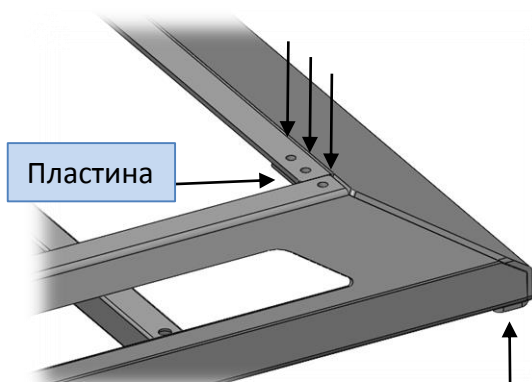
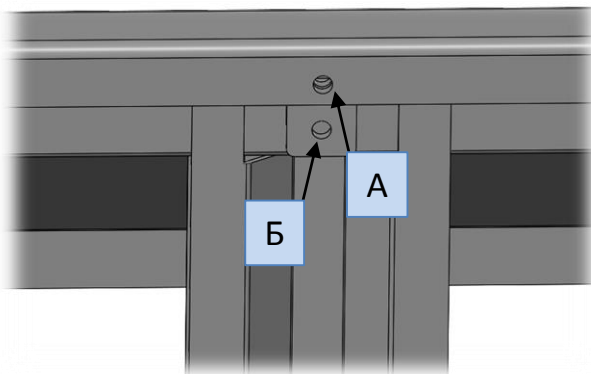

Рис.5
Рис.6
2.4. Смонтировать обтекатель на багажник заклепками 6,4x16 из комплекта монтажа: с боков, используя сверху промежуточные пластины (рис. 5); по центру, используя промежуточную пластину (рис.6) (сначала установить заклепку в отв. А, затем просверлить в трубе отверстие Ø7 мм через отв. Б и заклепать).